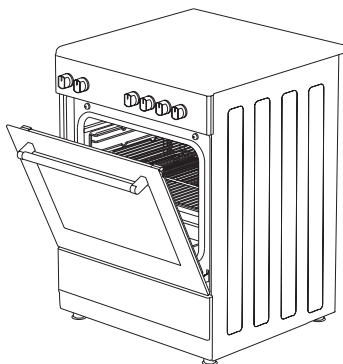

Figure 11
3. Placez le panneau de sécurité sous le panneau de commande en ouvrant la vitre avant du four. (figure 11)